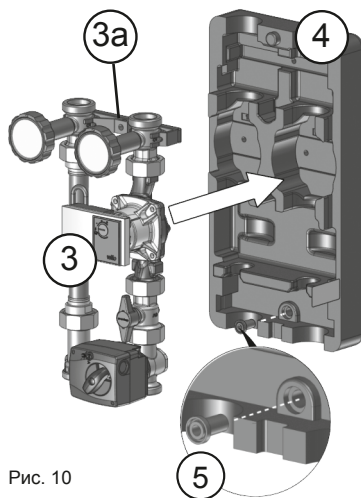

Рис. 10
4. Вставить в настенный крепеж насосную линию слева, а фланцевую трубку справа (Рис. 10)